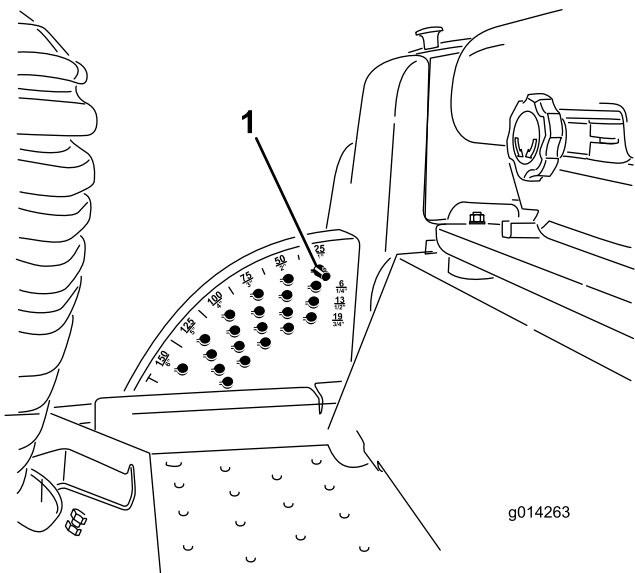

图24
1. 如图24所示在发动机运行的同时向后推刀盘提升开关直至剪草机刀盘完全升起然后立即松开开关。
2. 旋转剪草高度销直至销上的小块与剪草高度支架孔内的槽在一条线上然后取下销图24。
3. 选择剪草高度支架对应所需剪草高度的孔插入销将其向下旋转并锁定到位图24。
**注意** 共有 4 排孔的位置图24。最上面的一排是高于限位销的列明剪草高度。其下第二排的剪草高度为列明剪草高度加 6mm。其下第三排的剪草高度为列明剪草高度加 12mm。最下面一排的剪草高度为列明剪草高度加 18mm。15.8cm 位置仅有 1 个孔位于第二排。此孔不需添加 6mm 即可到 15.8cm 位置。